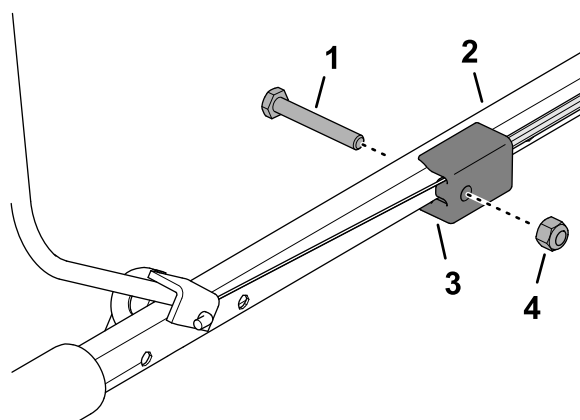

Figura 13
5. Fixați fittingul barei de ghidare la bara de ghidare superioară (Figura 13) cu șurubul ($\frac{1}{4} \times 1\frac{3}{4}$ ") i contrapiulița ($\frac{1}{4}$ ").